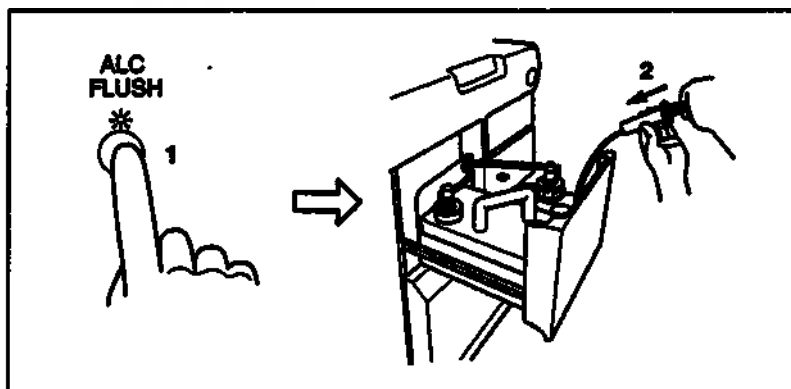

Рис. 4.81
4. Наполненный воздухом шприц, входящий в комплект оборудования, присоедините к вентиляционной трубке бака со спиртом, нажмите кнопку «ALC FLUSH» и через 30 секунд впустите воздух в бак со спиртом (см. рис. 4.81).